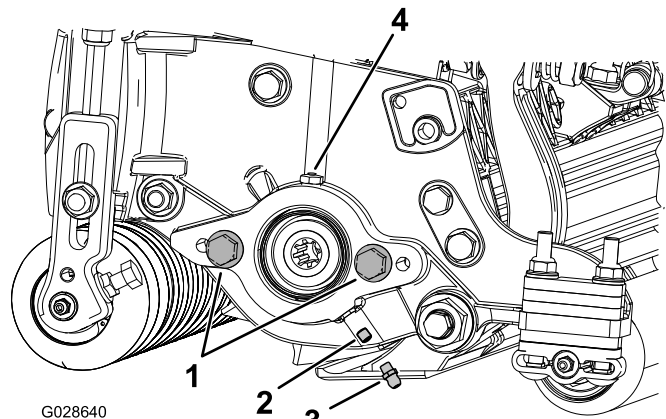

図 6
1. リールモータのサイドプレートの固定ねじを外す。ねじは廃棄する 図6。
2. グリスフィッティングストレートを取り付ける 図6。
3. リールモータのサイドプレートにキャップスクリューが付いていない場合は取り付ける 図6。
5. リールモータを取り付けてサイドプレートからグリスを注入する。グリスベントからグリスが漏れてくるまで入れること 図6。